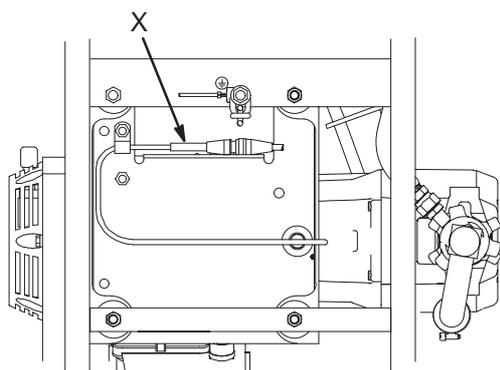
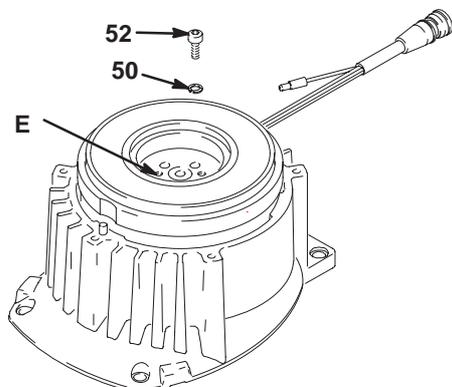
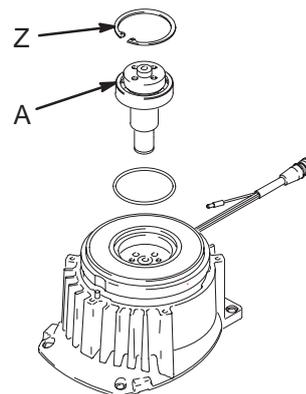

Fig. 5 8837A
Fig. 7 8701A
Fig. 8 8703A
2. Fig. 5. Desconecte el cable del inductor (X) del control de presión.
4. Fig. 7. Coloque el conjunto del piñón (88a) en el banco, con el lado del rotor hacia arriba.
5. Saque los cuatro tornillos (52) y las arandelas de seguridad (50). Coloque dos tornillos en los orificios roscados (E) en el rotor. Apriete, alternadamente, los tornillos hasta que salga el rotor.
6. Fig. 8. Saque el anillo de retención (Z).
7. Golpee ligeramente el eje del piñón (A) con un mazo de plástico.
4. Instale el inducido (91) en el eje de accionamiento del motor.
5. Instale los cuatro tornillos (53) y las arandelas de seguridad (50) y apriételas a un par de 14 N.m.
6. Fig. 8. Golpee ligeramente el eje del piñón (A) con el martillo de plástico para introducirlo.
7. Instale el anillo de retención (Z).
8. Fig. 7. Coloque el conjunto del piñón en el banco con el lado del rotor hacia arriba.
9. Aplique locktite a los tornillos. Instale los cuatro tornillos (53) y las arandelas de seguridad (50). Apriete, alternadamente, los tornillos a un par de 14 N.m hasta que el rotor esté correctamente colocado.
10. Instale el conjunto del piñón (88a) con los cinco tornillos (89) y las arandelas de seguridad (50).
11. Fig. 5. Enchufe el cable del inductor (X) al control de presión.